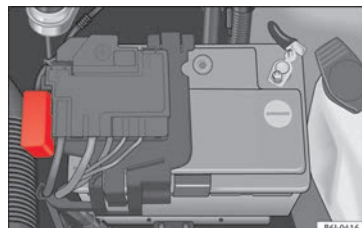

Fig. 40
- Presione las pestañas de bloqueo para desbloquear la tapa de la caja de fusibles » **fig. 40**